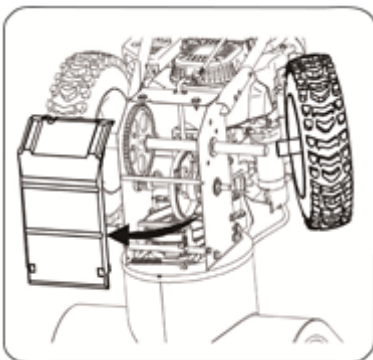

Fig. 31
b. Demontera höger hjul genom att ta bort skruven och brickan som håller fast hjulet på axeln. Se bild 31